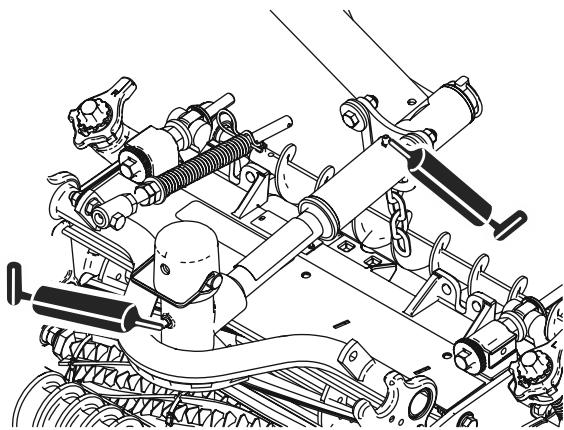

Figure 45
- Pivots de plateau de coupe (x2) (Figure 45)